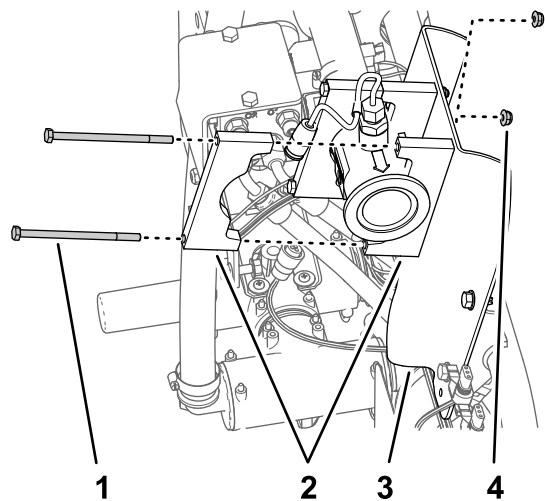

Figura 73
3. Alinee dos secciones de abrazadera entre el caudalímetro y el soporte del caudalímetro, y alinee los orificios de las secciones de las abrazaderas con los orificios del soporte (Figura 73).
4. Alinee una sección de abrazadera en la parte trasera del caudalímetro con una de las secciones de abrazadera que ensambló en el paso 3 (Figura 73).
5. Monte las dos mitades de la abrazadera al soporte del caudalímetro (Figura 73) con 2 pernos (1/4" x 4 1/2") y 2 tuercas con arandela prensada (1/4").